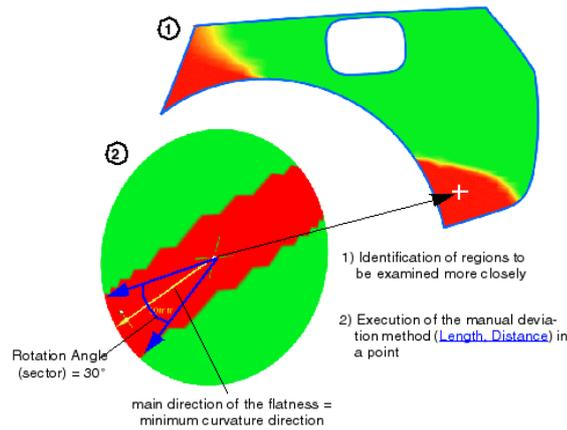

Figura 2.136 Ejemplo con Rotation angle= 15°.
- B) **Planitud en un sector de direcciones (Rotation angle entre 1° y 180°):** la rotación desde la dirección de la curvatura mínima hacia la izquierda y la derecha de por ejemplo 15 ° grados da como resultado un sector de 30 ° que puede ser barrido por la regla giratoria sin encontrar el valor de curvatura mínima requerido (Figura 2.136). Si aumenta el ángulo de rotación, el número de áreas marcadas en rojo disminuye.